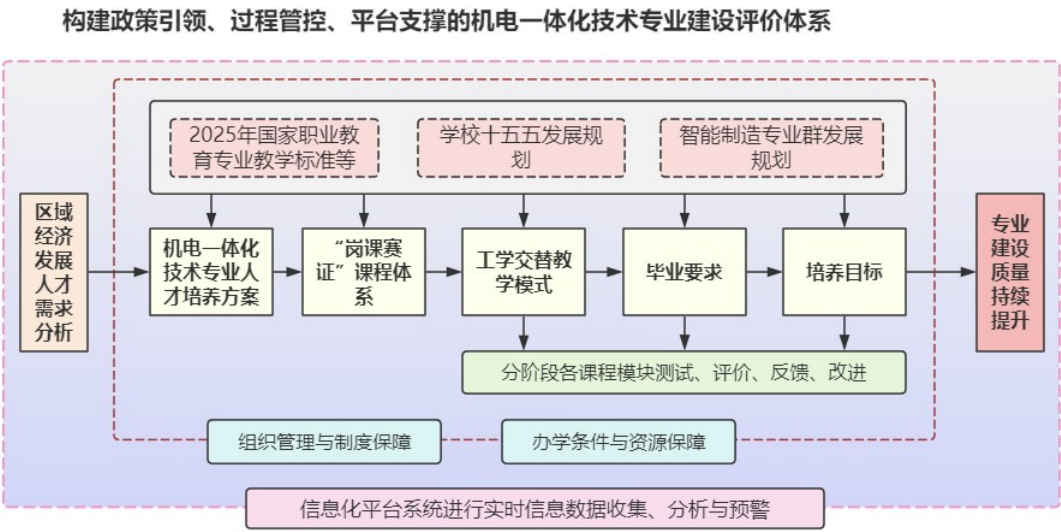

图 2 专业建设评价体系图
1. 加强专业调研，了解行业动态和人才需求，为教学质量标准的制定提供依据。与动力谷园区深度合作，共同制定专业建设和教学质量诊断与改进的总体方案和实施细则。建立定期沟通与交流机制，确保双方在教学质量监控与改进方面的信息畅通。如图 2 所示，构建政策引领、过程管控、平台支撑的机电一体化技术专业建设评价体系。健全专业教学质量监控管理制度，完善课堂教学、教学评价、实习实训、毕业设计以及专业调研、人才培养方案更新、资源建设等方面质量标准建设，通过